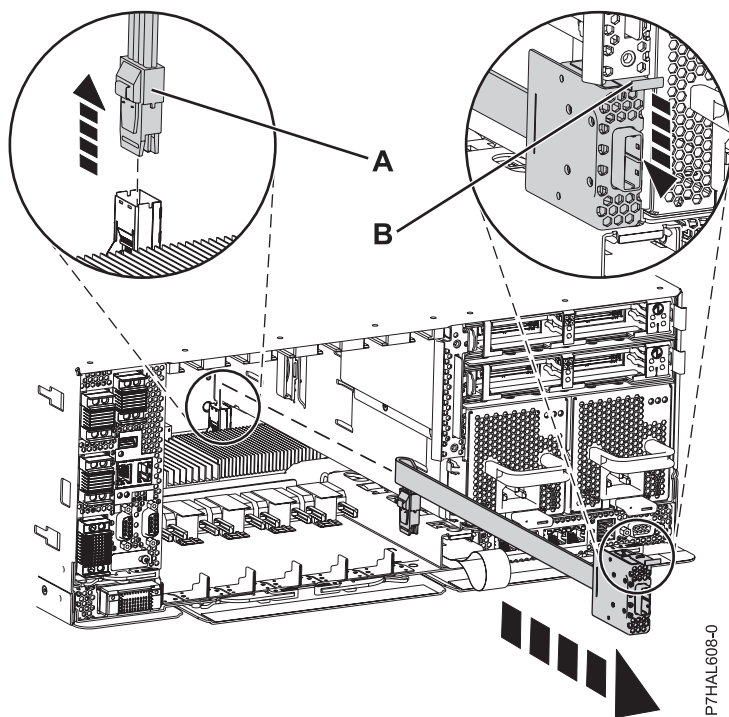

Figura 51. Extracció del cable SAS
4. Premeu la pestanya lateral i traieu el protector SAS (A) del port de connexió SAS a la placa posterior del sistema, com es mostra a la Figura 51 a la pàgina 90.
5. Premeu el port SAS extern (B) i, aleshores, traieu el cable SAS del sistema.